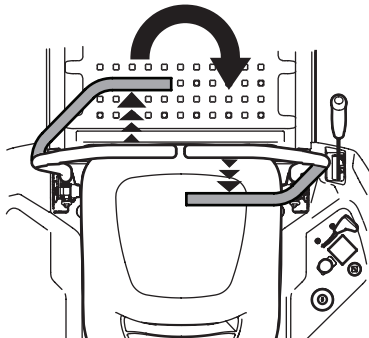

Figure 28
2. Pour tourner dans le sens horaire, déplacez le levier de contrôle gauche de la barre abdominale vers l'avant tout en déplaçant simultanément le levier de contrôle de la barre abdominale droite vers l'arrière. Consultez la Figure 28.